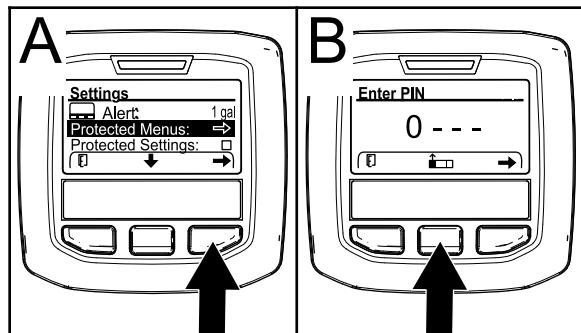

Figure 24
- Appuyez sur le bouton de sélection droit pour sélectionner les menus protégés (A de Figure 24).
- Appuyez sur le bouton de sélection central (B de Figure 24) pour augmenter la valeur numérique (0 à 9).
- Appuyez sur le bouton de sélection droit (C de Figure 24) pour amener le curseur à la valeur numérique suivante à droite.
- Remarque:** Une coche s'affiche alors au-dessus du bouton de sélection central (D de Figure 24).
- Appuyez sur le bouton de sélection central (D de Figure 24) pour saisir le mot de passe.